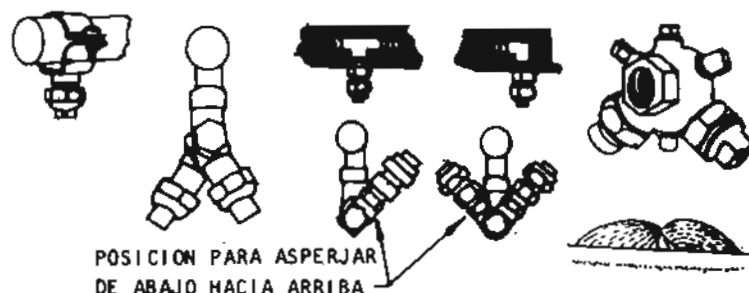

Fig. 3
- conexión de las boquillas al aguilón, del que resulta la dirección de salida; vertical, inclinada o de abajo hacia arriba (fig. 3).